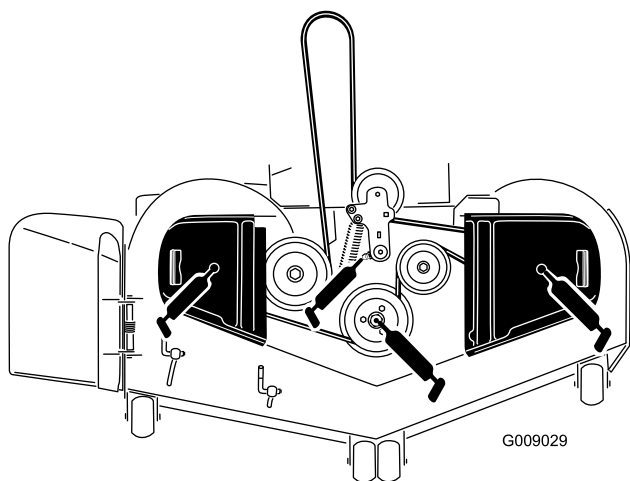

Figura 44
3. Lubrificate il perno della puleggia tendicinghia del piatto di taglio finché non fuoriesce grasso dalla parte inferiore (Figura 44).
4. Ingrassate i 3 cuscinetti del mandrino finché il grasso non fuoriesce dalle guarnizioni inferiori (Figura 44).